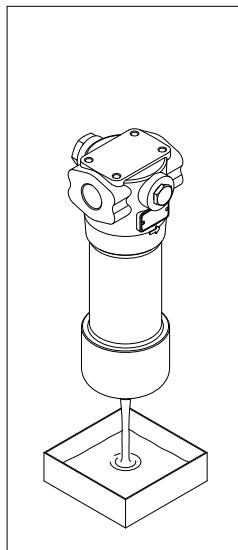

fig. 2
- (Fig. 2) Drenare il fluido di lavoro dal fondo del contenitore al recipiente di raccolta